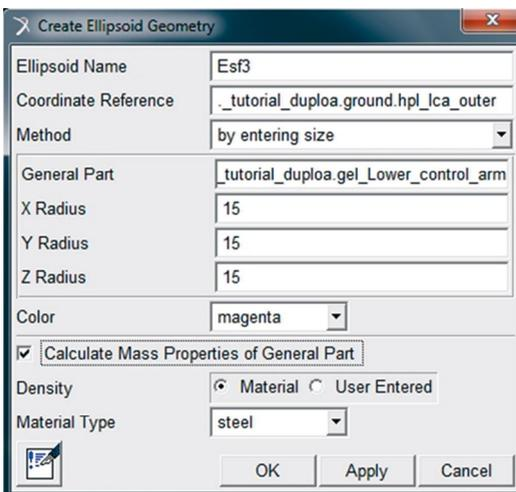

Figura 5.27 – Preenchimento da caixa de diálogo para criação da terceira esfera.
- A terceira esfera será construída na intersecção dos *Links 1 e 2*. A Figura 5.27 ilustra o preenchimento da janela *Create Ellipsoid Geometry* para construção dessa geometria.